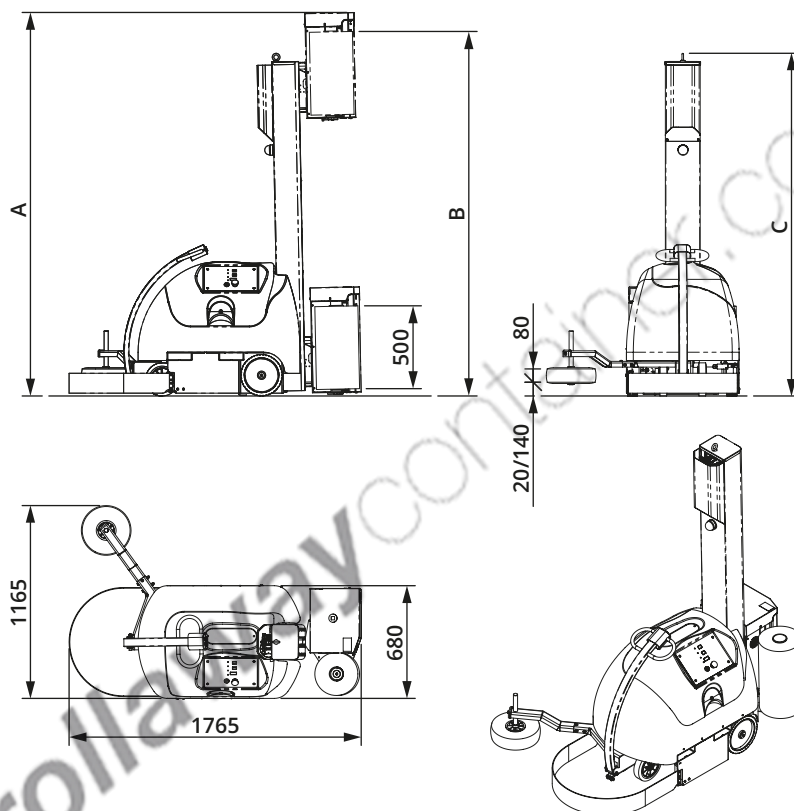

Figure 25
- Dimensions hors-tout Voir Figure 25 - pag. 38